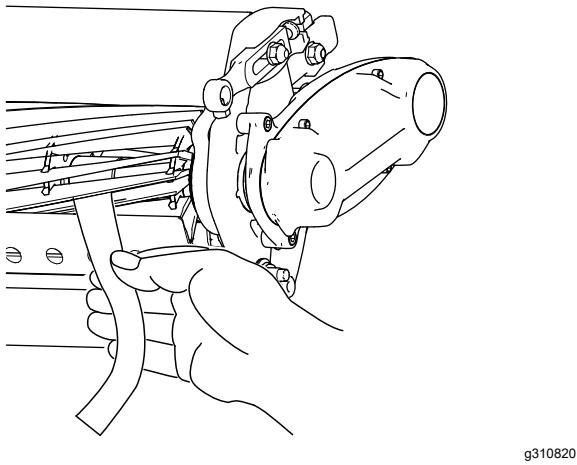

Figura 6
- B. Inserte una tira larga de papel para comprobar el rendimiento del corte (Pieza Toro N.º 125-5610) entre el molinete y la contracuchilla, perpendicular a la contracuchilla (Figura 6) y, a continuación, gire lentamente el
- Inserte una tira larga de papel para comprobar el rendimiento del corte (Pieza Toro N.º 125-5610) entre el molinete y la contracuchilla, perpendicular a la contracuchilla (Figura 6) y, a continuación, gire **lentamente** el molinete hacia delante; deberá cortar el papel; de lo contrario, gire 1 clic cada tornillo de ajuste de la barra de asiento en el sentido de las agujas del reloj, hasta que corte el papel.